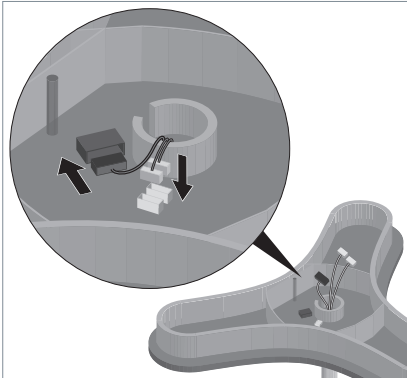

Fig. 7: Raccorder la tête du luminaire.
- ▶ Enfichez la grande fiche et les deux petites dans le connecteur femelle de la tête du luminaire, voir Fig. 7.